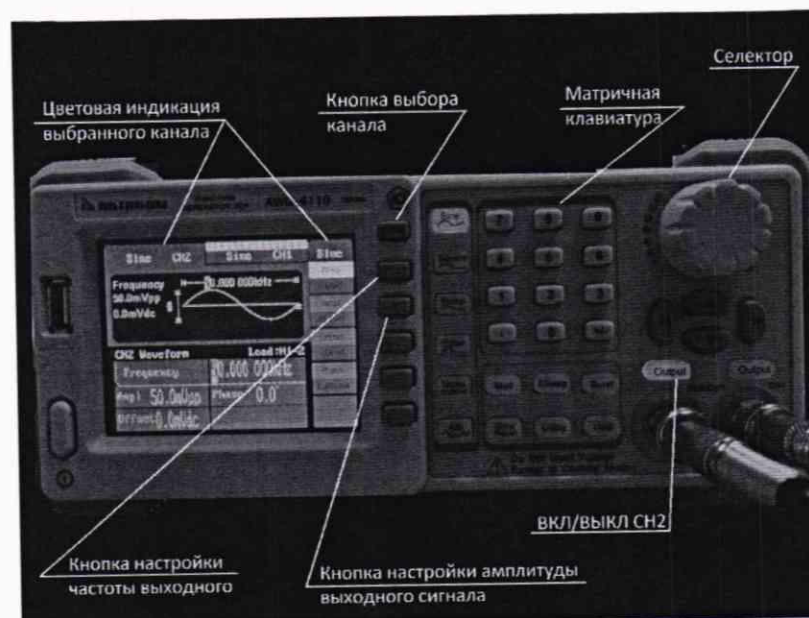

Рисунок 12 – Настройка CH2 функционального генератора
10.1.2.1 Переключите канал на генераторе, нажав кнопку «CH1/2» (рисунок 12).
10.1.2.2 Задайте частоту и амплитуду выходного сигнала (рисунок 12) равными 50 кГц и 25 мВ (выберите, как mV_{pp}/V_{pp} при вводе значения).
10.1.3.3 Задайте частоту 50 кГц, а также амплитуду выходного сигнала 25 мВ (выберите как mV_{pp}/V_{pp} при вводе значения) (рисунок 12). Для того, чтобы перейти к этим настройкам нажмите кнопку «Sine».